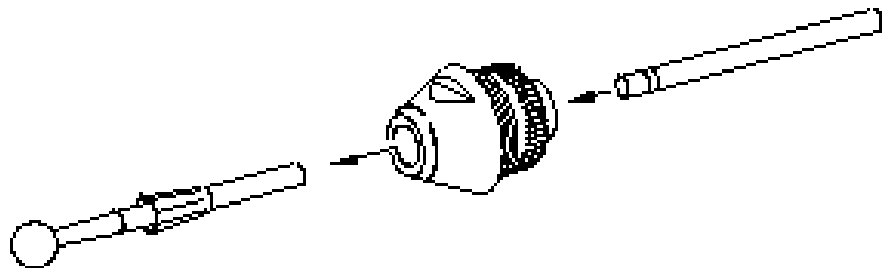

Bild 9.4
- (04) Die Spannzange mit Hilfe des Werkzeuges herausziehen oder von der Rückseite her mit dem Testdorn herausdrücken (Bild 9.4).